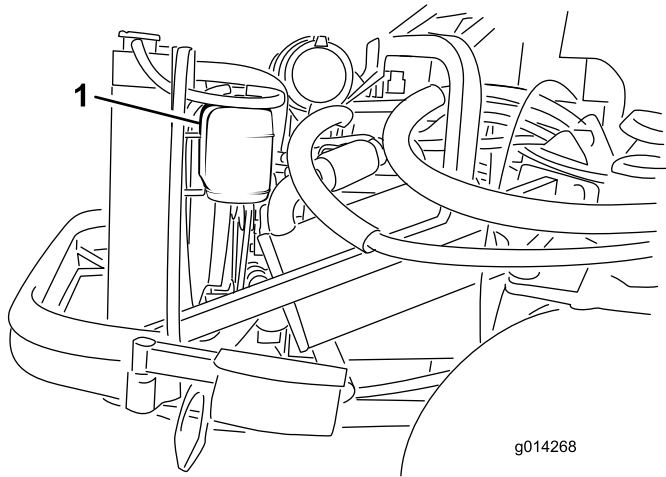

Figura 43
1. Compruebe el nivel de refrigerante en el depósito de expansión (Figura 43). El nivel del refrigerante debe estar entre las marcas en el lateral del depósito.